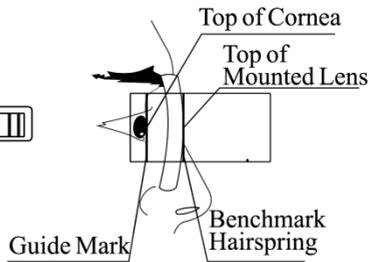

Fig.9b
c. Une fois le ciblage terminé L'opticien glisse vers la gauche/droite pupil Clé de mesure pour faire coïncider le ressort de référence avec le haut de la lentille (Fig.9b). La distance entre le sommet de la cornée et la lentille montée peut être obtenue en déduisant l'épaisseur de la lentille de la valeur affichée numériquement à ce moment-là